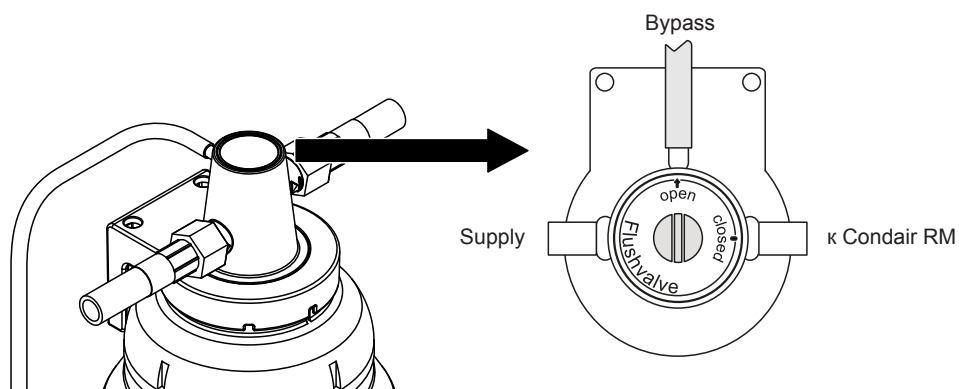

Рис. 15: Поверните клапан в положение Bypass (Байпас) (для промывки)
10. Поверните клапан на корпусе фильтра таким образом, чтобы указатель Open (Открыт) совпал с отметкой Bypass (Байпас) (см. рис. 15).